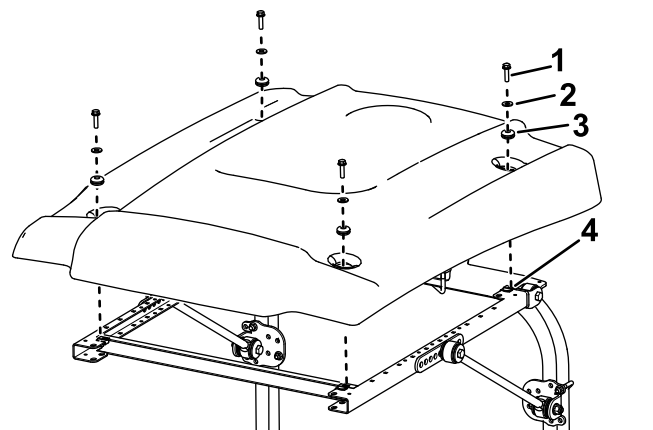

図 35
15. 図 35 に示すようにサンシェードをフレームに載せて、取り付け穴を整列させる。
16. サンシェードの各コーナー部をフレームに仮止めするフランジヘッドボルト5/16 x 1"1本、小さいワッシャ1枚、ハトメ1個を使用する図 35。